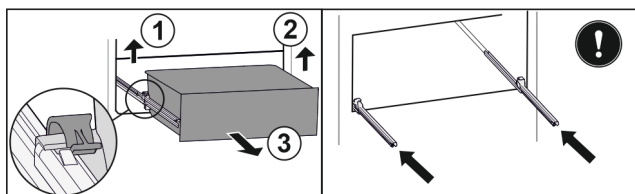

Fig. 56
- Zvedněte levou svorku a současně vytáhněte zásuvku vlevo dopředu. Fig. 56 (1)
- Zvedněte pravou svorku a současně vytáhněte zásuvku vpravo dopředu. Fig. 56 (2)
- Vyjměte zásuvku dopředu. Fig. 56 (3)